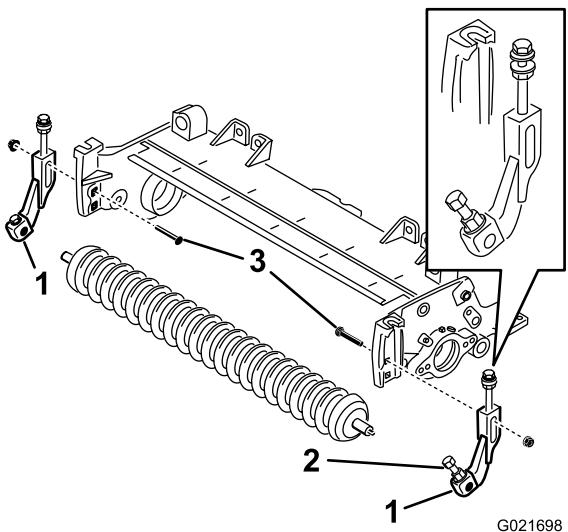

図 6
11. 新しい刈高ブラケット（左右とも）を既存のローラに仮止めする；新しい 5/16 x 1-1/8 インチ・ボルトと 5/16 インチ・フランジヘッドロックナットを使用する。刈高ブラケットは図 6 のように組み付ける。
12. 各サイドプレートの上側の四角穴を利用して、戻高ブラケットをカッティングユニットのサイドプレートに仮止めする；先ほど外したキャリッジボルトと、新しい 3/8 インチのフランジナット（2個）を使用し、図 6 のように仮止めする。
14. ローラが左右の戻高ブラケットの中央に来るよう位置を調整し、ブラケットについているボルトとロックナットを締めて固定する（図 6）。